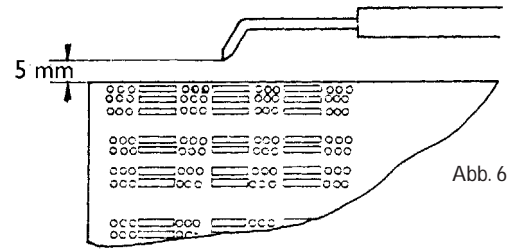

Abb. 6
- Contrôler la position de l'électrode d'allumage (Fig. 6).
- Die Stellung der Zündelektrode kontrollieren (Abb. 6).